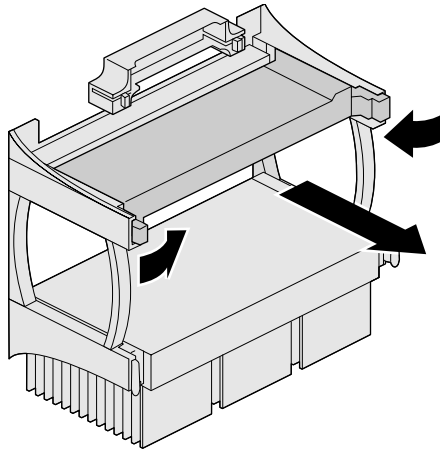

Abbildung 6-1 Entfernen des Prozessor-Terminators
5. Wenn Sie einen Sekundärprozessor installieren, nehmen Sie wie in Abbildung 6-1 gezeigt, den Prozessor-Terminator aus dem Steckplatz für den Sekundärprozessor. Drücken Sie die Riegel an den äußeren Kanten des Terminators nach innen, und ziehen Sie den Terminator aus dem Steckplatz heraus.